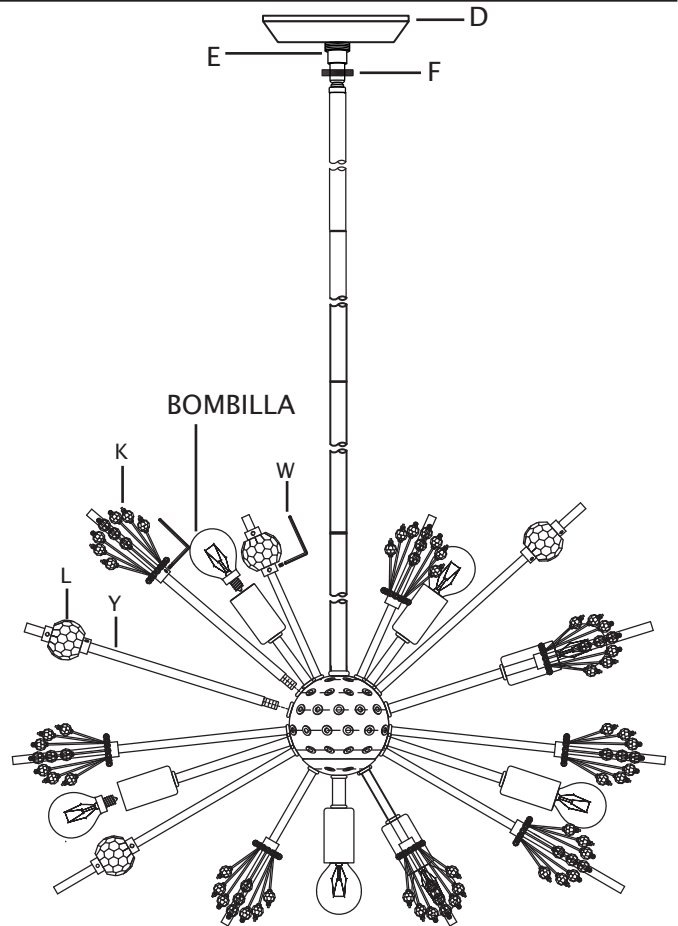

FIG. 6
18. Levante la cubierta (D) hasta el techo. Pase el orificio en la cubierta (D) sobre el pivote (E). Coloque la cubierta (D) contra el techo.
19. Levante el anillo roscado (F) hasta la cubierta (D). Enrosque el anillo roscado (F) en el pivote (E). Ajuste el anillo roscado (F) para fijar el artefacto al techo.
21. Enrosque cada varilla (Y) en los orificios del cuerpo del artefacto.
22. Para fijar la pieza de diseño "starbust" (K) y la esfera de cristal (L): Utilizando la llave hexagonal (W), afloje el tornillo de ajuste del collar de la pieza de diseño "starbust" / esfera de cristal. Deslice el extremo del collar de la pieza de diseño "starbust" / esfera de cristal sobre el extremo de la varilla. Apriete el tornillo de fijación con la llave hexagonal (W) para asegurar la pieza de diseño "starbust" / esfera de cristal en su lugar.
23. Utilice la FIG. 6 para el posicionamiento de las piezas de diseño "starbust" (K) y las esferas de cristal (L).